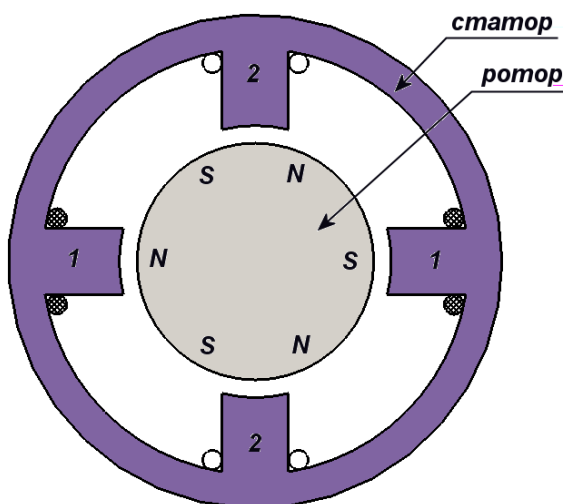

Рис. 1.8. Устройство шагового двигателя с постоянными магнитами
**Шаговый двигатель с постоянными магнитами** состоит из статора с обмотками и ротора с постоянными магнитами. На рис. 1.8 показан двигатель, имеющий две пары полюсов статора и три пары полюсов ротора. При подаче электрического тока в одну из обмоток ротор займет положение, при котором разноименные полюса статора и ротора будут находиться напротив друг друга. Для непрерывного вращения ротора необходимо попеременно подавать электрический ток в 1 и 2 обмотки, при этом шаг вращения составит  $30^\circ$ .